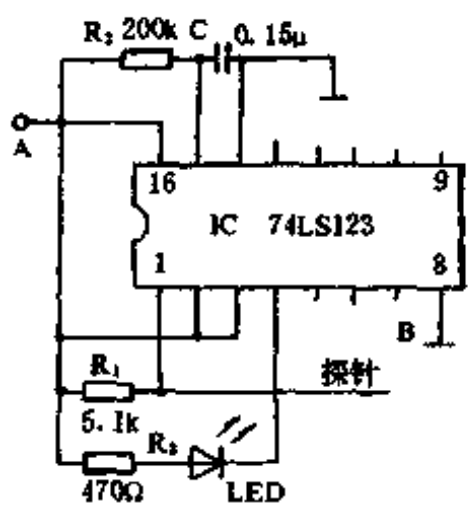

图 1-91
原理:原理见图 1-91。通过对 LED 状态的观察,来测脉冲的有无。IC 是可重触发的单稳多谐振荡器,被测信号从探针输入到 IC 第①脚。在被测脉冲的后沿触发下,单稳振荡器第④脚输出低电平,使 LED 亮。第④脚低电平的维持时间由  $R_2$ 、 $C$  的时间常数决定。脉冲宽度扩展到  $100ms$ 。当被测脉冲的时间间隔大于  $100ms$  时,即可看到 LED 闪亮;脉冲时间间隔小